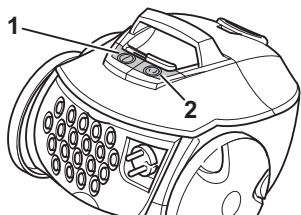

Abb. 14
1. Schalten Sie den Bodensaugers am Ein-/Aus-Schalter (Abb. 14/1) aus und ziehen Sie den Stecker aus der Steckdose.
3. Drücken Sie die Kabelaufrolltaste (Abb. 14/2), um das Stromkabel einzuziehen.